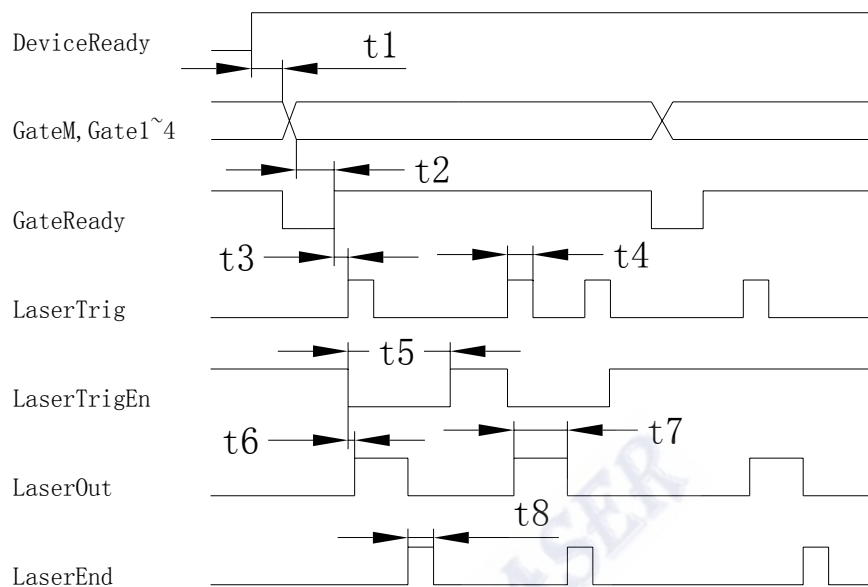

图 5-7 时序图 1
1) 下图描述了光闸切换和激光触发的时序图。（如图 5-7）